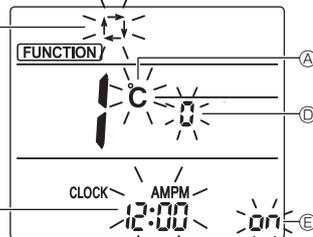

Fig. 6-6
L'écran Réglage de l'affichage s'affiche. (Fig. 6-6)
6.9.2. Changement de l'unité de température (Fig. 6-6 A)
- Appuyez sur la touche **TEMP** ⑤.
6.9.3. Changement de l'affichage de l'heure (Fig. 6-6 B)
- Appuyez sur la touche **TIME** ⑥.
6.9.4. Changement du mode AUTO (Fig. 6-6 C)
- Appuyez sur la touche **MODE** ⑦.
6.9.5. Changement du n° de paire (Fig. 6-6 D)
- Appuyez sur la touche **UP** ④.